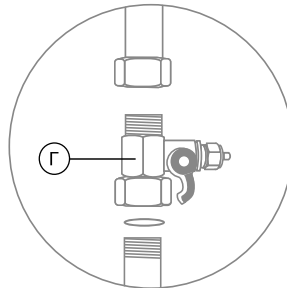

Рис. 14
- установите тройник-адаптер (Г) (рис. 14) на магистраль холодной воды, уплотнив соединения;